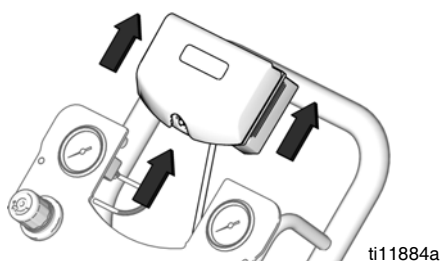

FIG. 11. Fjern DataTrak
3. Fjern DataTrak-modulet fra beslagene. Se FIG. 11. Bring modulet og tilhørende kabel til et ikke-farligt sted.